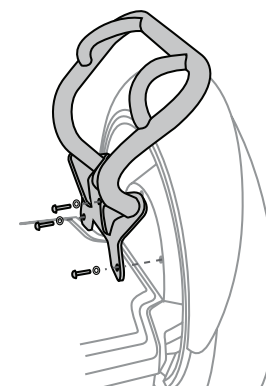

Ilustración 2: Instalación de la estructura de carga inferior del i2 SE
4. Enrosque tres de las fijaciones de 28 mm incluidas, a través de tres de las arandelas planas suministradas, la estructura de carga inferior del modelo i2 SE y la tapa de la caja de cambios, en la caja de cambios. Apriete las fijaciones a **6,0 N-m (4,4 pies-lbf)**. Consulte la **Ilustración 2**.